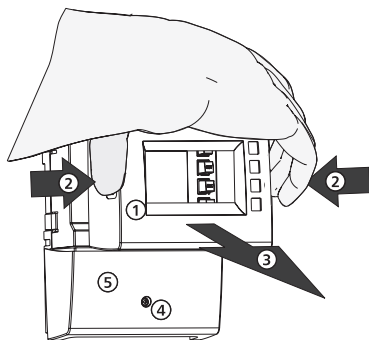

Fig. 1 : Retrait du capot avant
- ▶ Saisissez le capot avant ① par les encoches latérales ② et tirez-le vers l'avant ③ (fig. 1).
1. Desserrez la vis ④ (Fig. 1).
2. Retirez le cache-bornes ⑤.